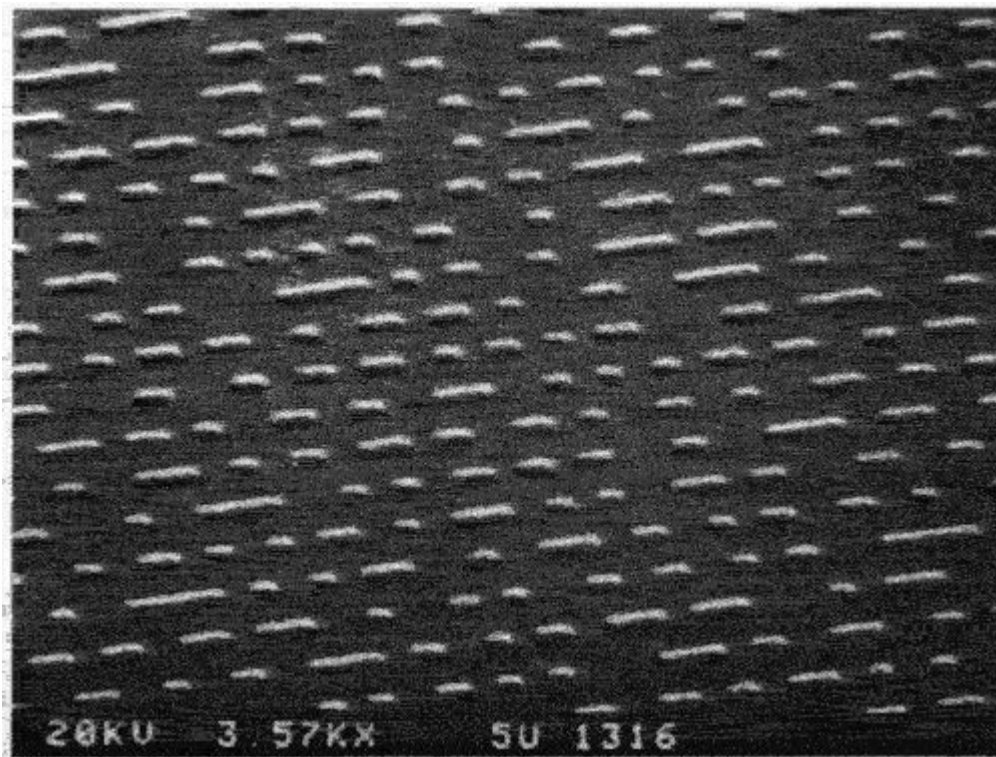

Рис. 3 Информационная поверхность компакт-диска
- На **CD** размещена непрерывная спиральная дорожка, **начинающаяся у внутреннего диаметра диска** и идущая к внешнему диаметру (**Рис.3**).